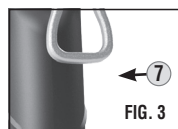

FIG. 3
1. Con el botón en la posición de accionamiento hacia adelante, coloque el cable que desea cortar entre las cuchillas ⑨ y presione el gatillo ① para hacer avanzar la cuchilla.
**GUÍAS DE LAS CUCHILLAS (solo modelos de mordazas abiertas) ⑩:** La guía de las cuchillas está diseñada para alinear los engranajes impulsores internos con las cuchillas. Como resultado, la guía de las cuchillas puede hacer ruido al engranar. Esto es normal y no daña la herramienta. Con el paso del tiempo, es posible que las guías de las cuchillas no se engranen tan fácilmente y podría ser necesario reemplazarlas. Comuníquese con Klein Tools para conocer los centros de reparación autorizados.
**ANILLOS DE ELEVACIÓN ⑦ (FIG. 3):** La herramienta cuenta con un anillo de elevación que se utiliza para trasladarla a áreas de difícil acceso. Sujete firmemente el dispositivo de elevación al anillo antes de mover la herramienta. Respete todas las normas del lugar de trabajo.